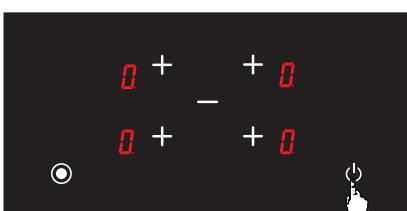

Рис. 24
1. Нажмите кнопку, чтобы включить варочную панель **⊕** (см. Рис. 24).